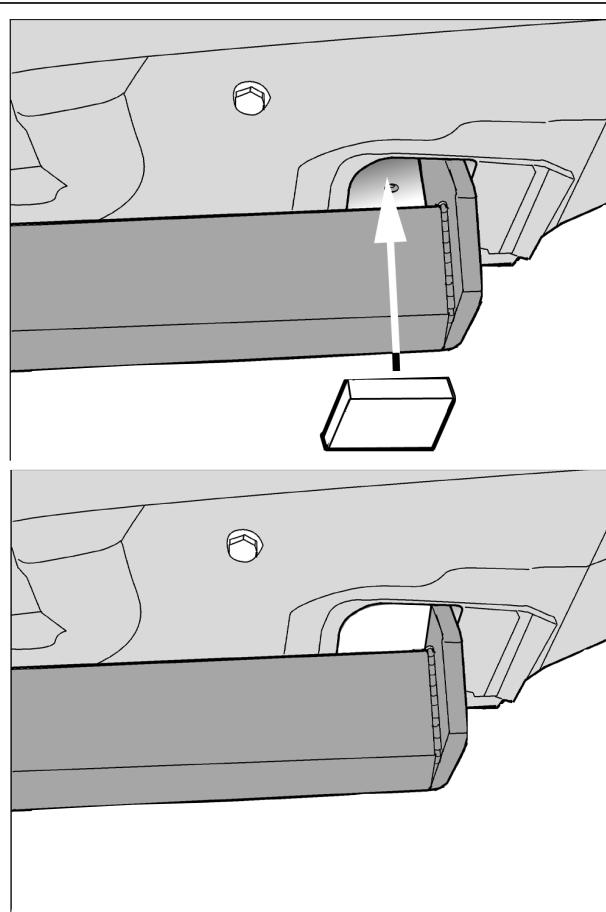

Fig.3
- (see fig. 3).
- kenn (zie fig. 3).
- bers (see fig. 3).
- c. Die beiden PE-Schaumblöcke als Abdichtung im Fahrgestellträger anbringen (siehe Fig. 3).
- b. Die beiden PE-Schaumblöcke als Abdichtung im Fahrgestellträger anbringen (siehe Fig. 3).